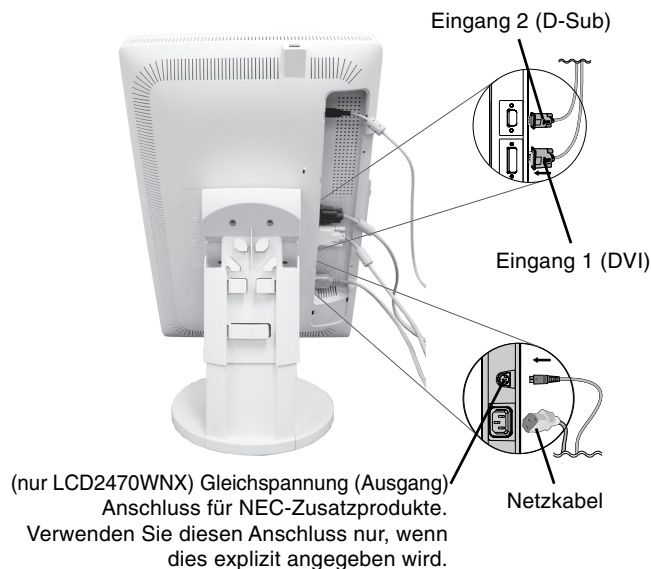
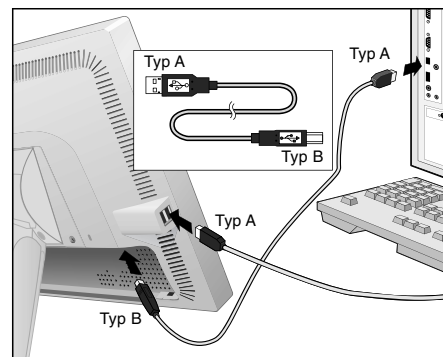

Abbildung C.4
Abbildung C.4a
6. Verbinden Sie alle Kabel mit den entsprechenden Anschlüssen (**Abbildung C.4**). Verbinden Sie den Anschluss des Typs B mit dem USB-Upstream-Port auf der hinteren rechten Seite des Monitors und den Anschluss des Typs A mit dem Downstream-Port am Computer (**Abbildung C.4a**). Wenn Sie das Kabel eines USB-Geräts verwenden können, müssen Sie es in einen der Downstream-Ports an der Seite des Monitors einstecken (USB-Kabel: Nur Modell WNX).